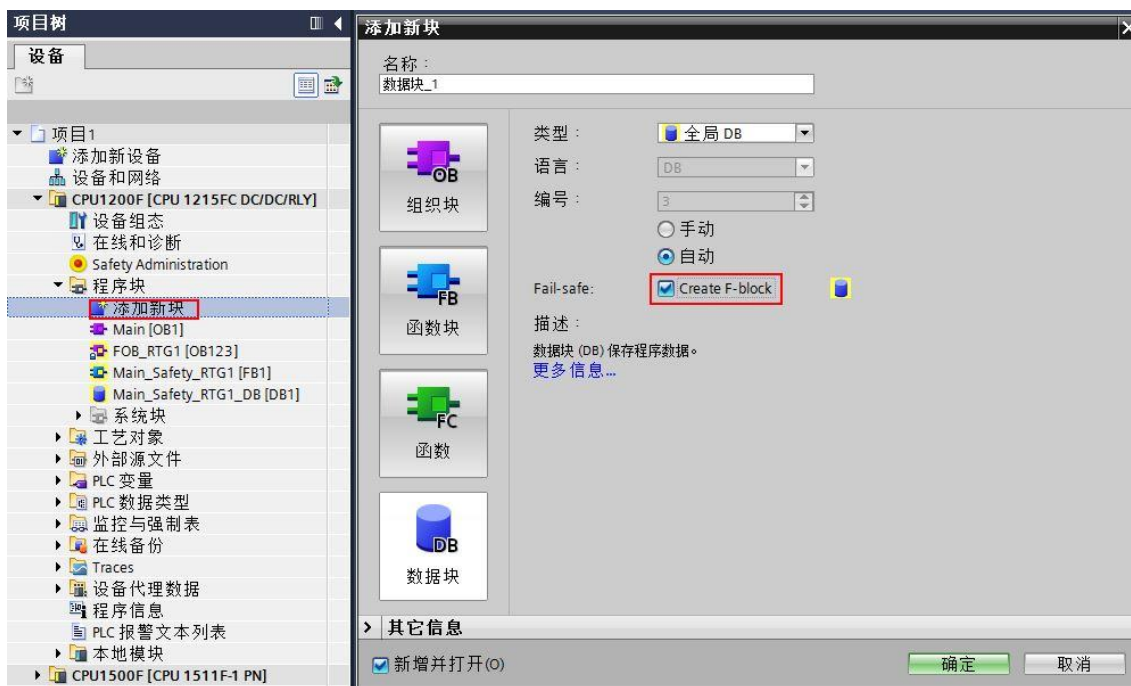

图 2-12 建立 接收数据 F-DB
2) 添加一个 F-DB，DB 块中建立 16 个 Bool 和 2 个 INT 元素用于接收 S7-1500F 发送的数据，如图 2-12，2-13。